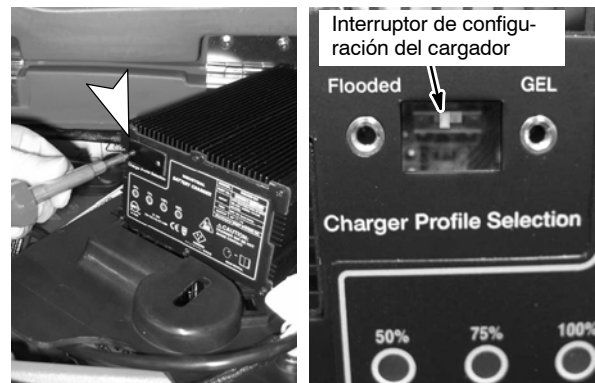

FIG. 36
2. Retire el panel "Selección del perfil del cargador" y coloque el interruptor en el ajuste adecuado: para baterías de gel (GEL) o de funcionamiento húmedo (Flooded) (Ilustración 36). El cable del cargador debe estar desconectado mientras se cambia la configuración.